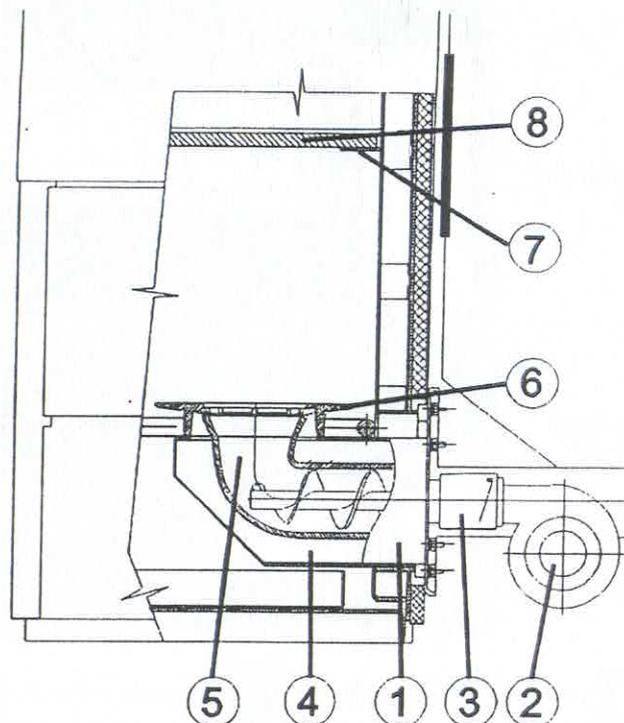

Bild Nr. 4 Schnitt durch den Brennerraum des Kessels
Mit dem Einschalten des Ventilators (Taste 1 auf dem Regler) wird die Kontrolle der Dichtheit des Mischers durchgeführt. Die ganze Luft muss in den Brennraum in der Retorte und dem Rundrost strömen. Bei der Kontrolle muss man sich auf die Auflageflächen / Sitzflächen konzentrieren (siehe Bild Nr. 4):
- des Ventilators (2) in die Muffe (3)
- gegen der Reinigungsöffnung des Mischers (4)
- des Rundrostes (6) mit dem Mischer (1). Falls Undichtheiten vorkommen, ist der Rost herauszunehmen, der alte Kesselkitt von den Sitzflächen zu beseitigen, eine angemessene Menge des neuen Kittes aufzutragen und der Rost wieder in den Mischer zu setzen. Kontrolle ist zu wiederholen..
e) Die Katalysatorplate besetzen in den Kessel nach Bild Nr. 4. (stecken auf Bankeisen im Kesselkörper auf und schlagen zum Rückwand des Vrebnennungsraum zu).